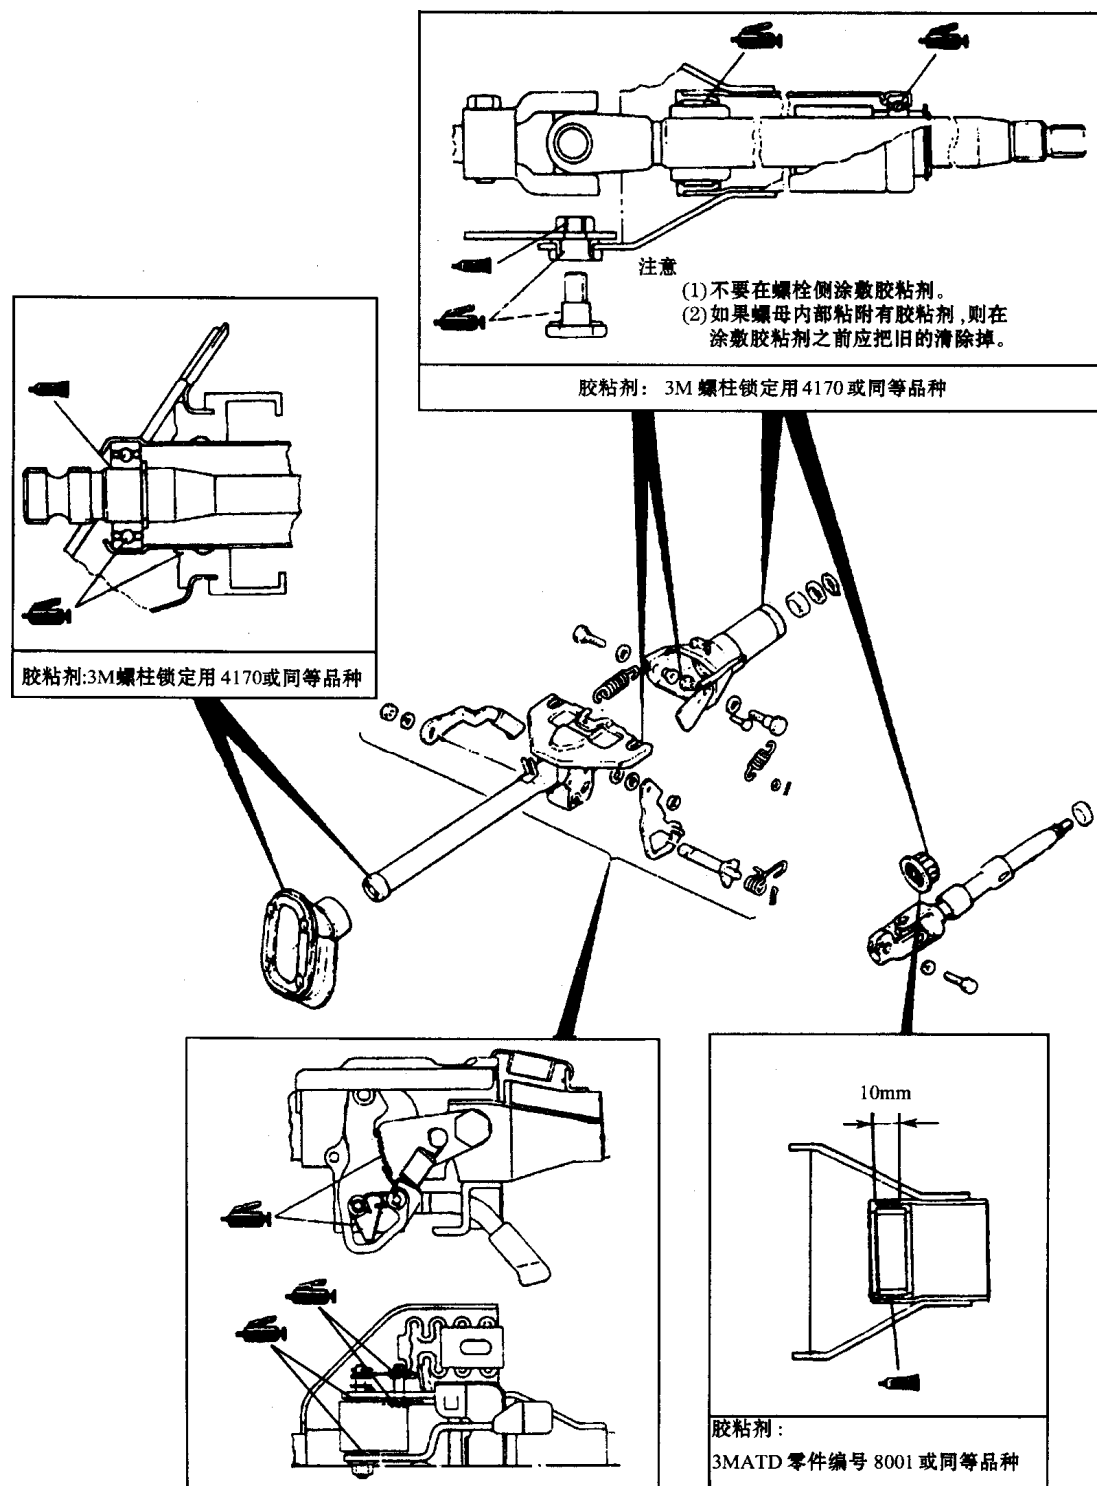

图7-14转向柱和轴密封剂、润滑剂和胶粘剂的使用部位
(5) 转向柱和轴密封剂、润滑剂和胶粘剂的使用部位见图7-14。